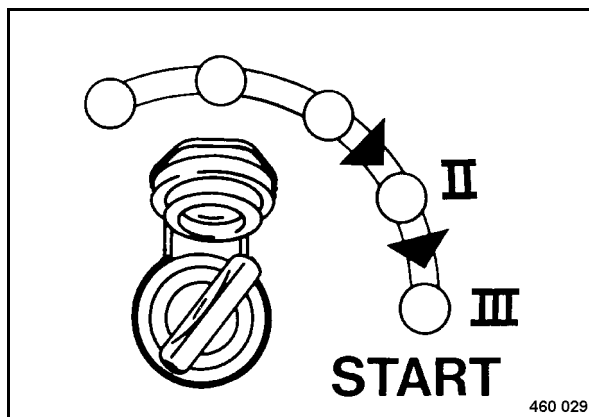

Fig. 54
- Girar la llave de contacto (Fig. 54) a posición "III" pasando por posición "II"; el motor de arranque gira el motor.